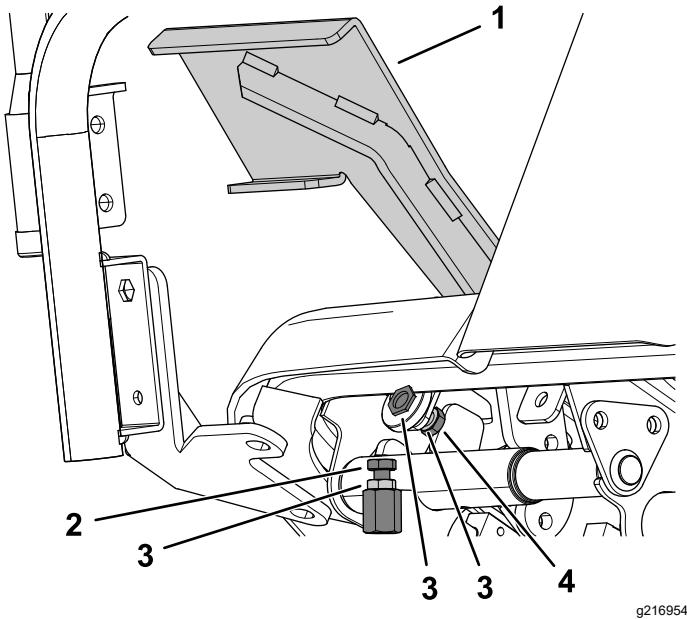

Bild 96
1. Drücken Sie das Fahrpedal ganz durch (Bild 96).
- A. Halten Sie den Vorwärts-Fahrpedalanschlag mit einem Schraubenschlüssel fest und lösen Sie die Klemmmutter an der Rückseite der Halterung (Bild 96).
- B. Stellen Sie das Fahrpedal in die gewünschte Stellung (Bild 96).
Fahrpedalanschlag das Fahrpedal berührt (Bild 96).